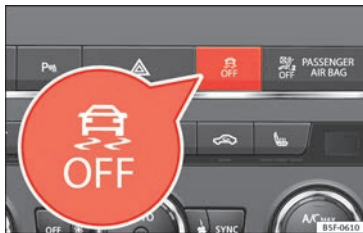

Fig. 190 Consola central: Tecla para ligar/desligar o ESC e o ASR
- Pressionando a tecla  » **Fig. 190** durante aproximadamente 1 segundo, desliga-se a função ASR.
- Pressionando o botão  » **Fig. 190** durante aproximadamente mais de 3 segundos, desliga-se o programa eletrónico de estabilidade (ESC), incluindo a função ASR.
- Volta-se a ligar a função ASR e o ESC pressionando o botão  » **Fig. 190**.